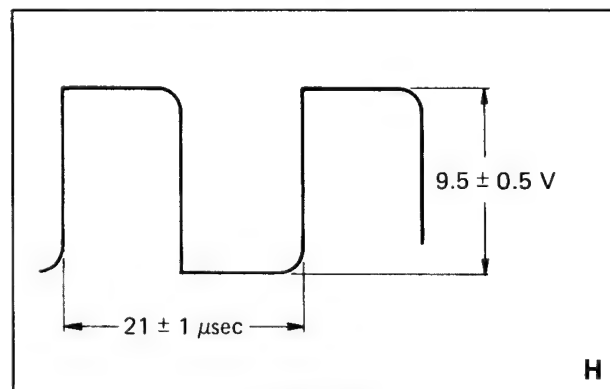

Bild 3-36
2. Tastkopf an TP10, mit R 115 die Impulsabstände auf  $21 \mu s$  einstellen (Bild 3-36).